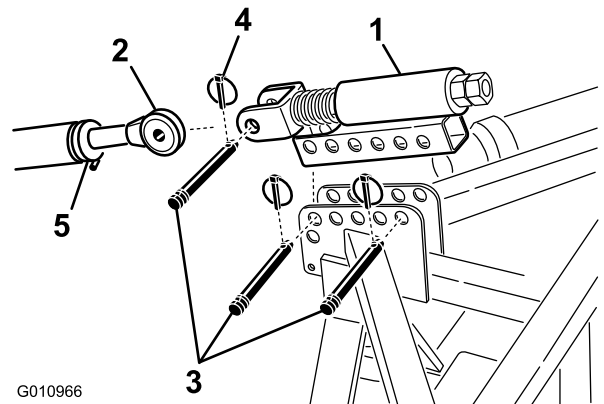

図 9
1. リンク・ピンとリンチ・ピン 2本ずつをつかって、スプリング付き上リンクをエアレータのブラケットに取り付ける (図 9)。
2. トラクタの上リンクのロックナットをゆるめる。上リンクの長さを調節して、上リンクと、エアレータのスプリング付き上リンクのクレビスとを整列させる (図 9)。
3. トラクタの上リンクを、スプリング付き上リンクのクレビスに接続し、リンク・ピンとリンチ・ピンで固定する (図 9)。
6. スプリングの長さが 13 mm になるように、上リンクを回転させてスプリングを押し縮める (図 9)。